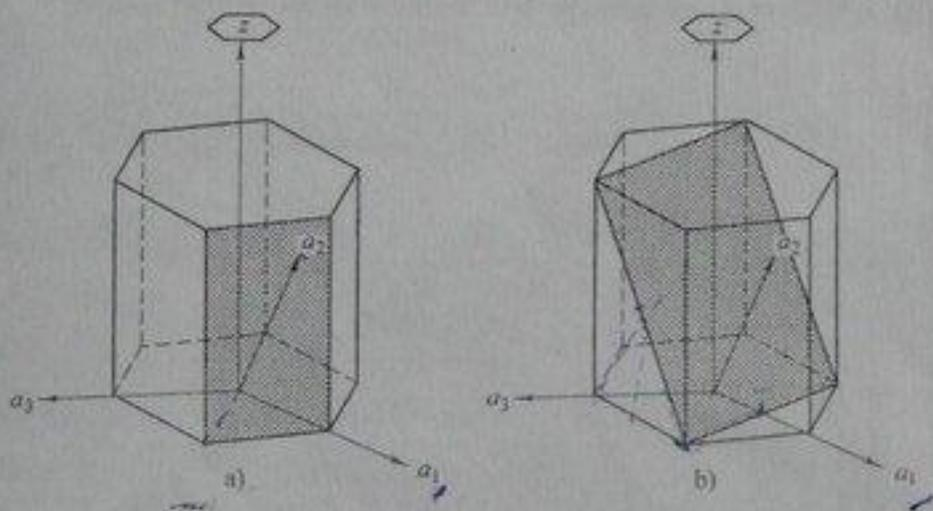

图 15-5 第五题解答图
- (1) 属六方原始格子。(2分)
- (2) 六次旋转轴 L^6 如图 15-5 所示。(2分)